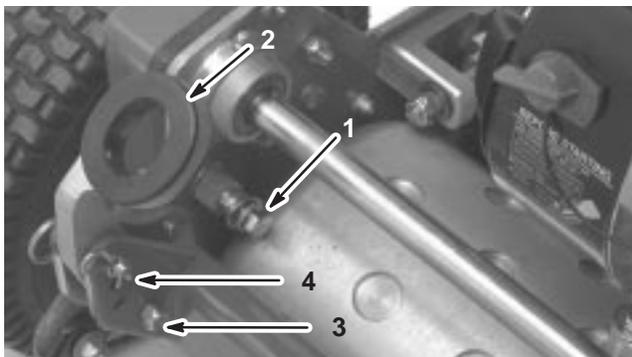

Bild 1
1. Nehmen Sie die Sechskantschraube, die Unterlegscheibe und Sicherheitsscheibe auf jeder Seite des Rasenmähers vom Montagestift ab, siehe Bild 1.
2. Nehmen Sie die Sechskantschrauben und Sicherungsmuttern ab, mit denen das Ende der Griffarme an jeder Seite des Rasenmähers befestigt sind, siehe Bild 1.
3. Nehmen Sie die Splints und Ringstifte ab, mit denen die Griffarme hinten am Rahmen befestigt sind (Bild 1).
4. Schieben Sie die Griffenden durch die Löcher in den Griffarmen und richten Sie die Löcher mit den Befestigungsstiften aus (Bild 1).
- Nehmen Sie auf jeder Seite des Rasenmähers die Splints von den Ringstiften ab (Bild 1).
- Stützen Sie den Griff ab. Nehmen Sie die Ringstifte auf jeder Seite ab. Lassen Sie den Griff auf die gewünschte Position ab oder heben Sie ihn an (Bild 1).